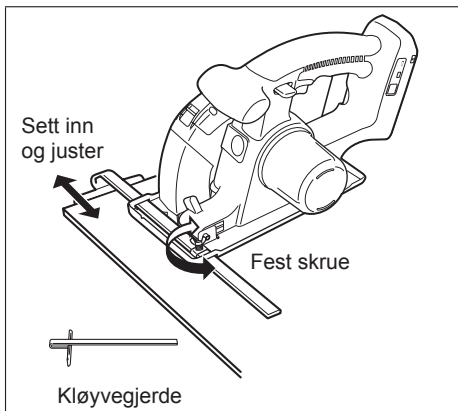

Fig. 10
- Sett på kløyvgjerdet og juster kuttbredden. (Se Fig. 10)